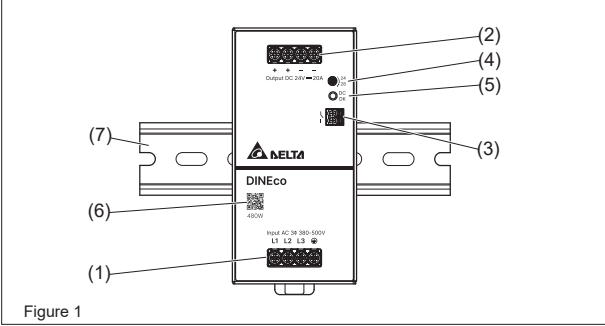

Figure 1
- L'alimentation est approuvée pour les connexions à un réseau en étoile (Wye) avec L1, L2, L3 et PE. La tension nominale d'entrée est de 380–500 V~ entre phases (V_{LL}), 380–500 V triphasé en étoile (Y) ou équivalente à un système de tension de 220–289 V~ entre phase et neutre (V_N), 220–289 V triphasé. Le conducteur neutre n'est pas directement raccordé à la borne d'entrée.
2. Description de l'appareil (Fig. 1)
- Potentiomètre de réglage de tension continue (CC)
4.1. Raccordement d'entrée (Fig. 1 (1), Fig. 5)
Utilisez les bornes L1, L2, L3 et PE (voir Fig. 1 (1)) pour raccorder en 3 x 380-500 Vca. Le raccordement aux divers types de réseau est représenté à la Fig. 5. Lorsque l'isolement est surveillé, le neutre de ces réseaux est considéré comme étant raccordé à la terre.
4.2. Raccordement de sortie (Fig. 1 (2))
Le voyant DEL OK vert indique le bon fonctionnement de la sortie (Fig. 1 (5)).